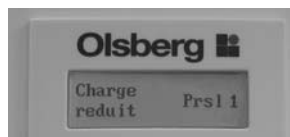

Fig.25
- En appuyant sur +, vous pouvez choisir la commande de menu „Programme de présélection baisse du niveau de charge “ (Fig. 25) et avec les touches + ou -, vous pouvez choisir un programme (voir tableau 3 „Programme de présélection baisse du niveau de charge“). Vous pouvez ensuite les adapter individuellement au comportement de l'utilisateur par la commande de menu précédemment citée „OK = Modif.“.